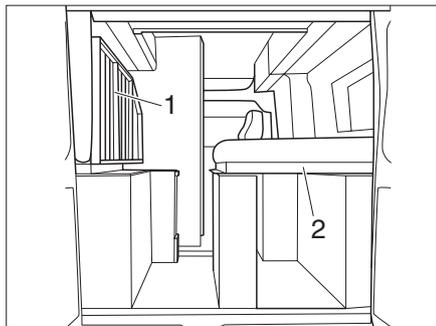

Fig. 54 Lit fixe (variante 2)
- Rabattre les sommiers (Fig. 54,1 et 2) vers la droite ou vers la gauche et les fixer à l'aide de bandes.